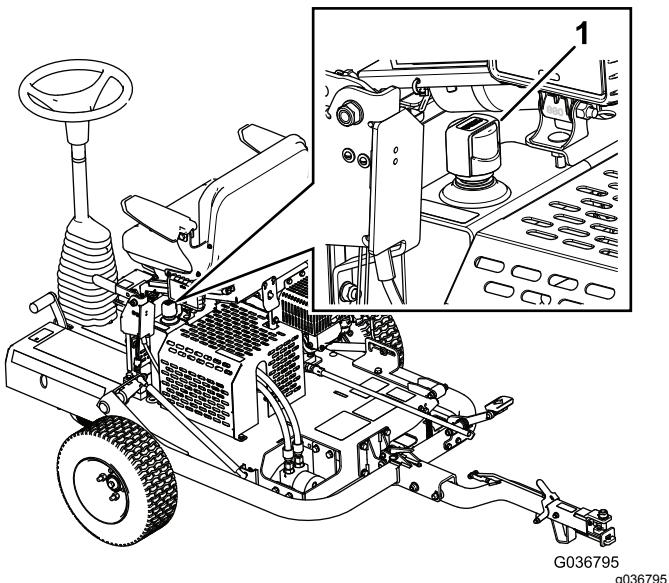

Bild 21
3. Nehmen Sie den Deckel des Hydraulikbehälters ab und prüfen Sie den Ölstand am Peilstab (Bild 21).